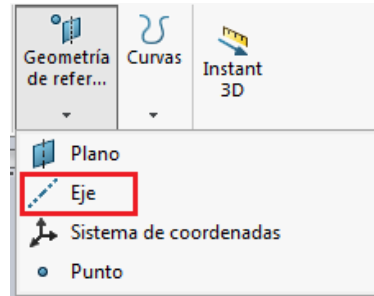

Ilustración 26
Paso 1: Se da clic en **Geometría de referencia** y se selecciona **Eje** (ver ilustración 26).